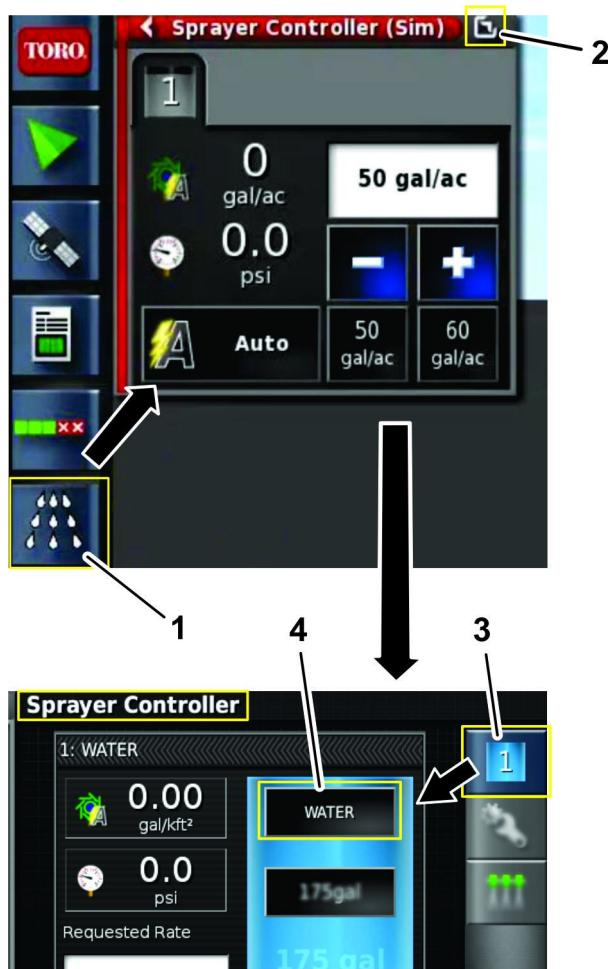

図 26
3. ECU 1 アイコンを押す図 26。
4. 薬剤構成 アイコンを押す図 26。
2. 散布コントローラのアイコンを選択してコントローラ画面を開く図 26。